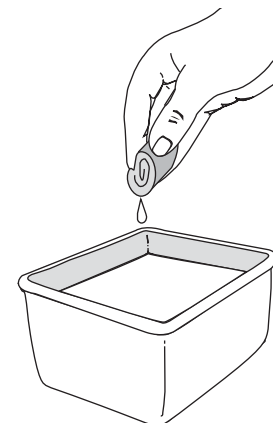

Fig. 25
3. Lavez le filtre dans un mélange d'eau et de détergent (Fig. 25). Rincez le filtre abondamment. Essorez-le. Laissez-le sécher complètement.